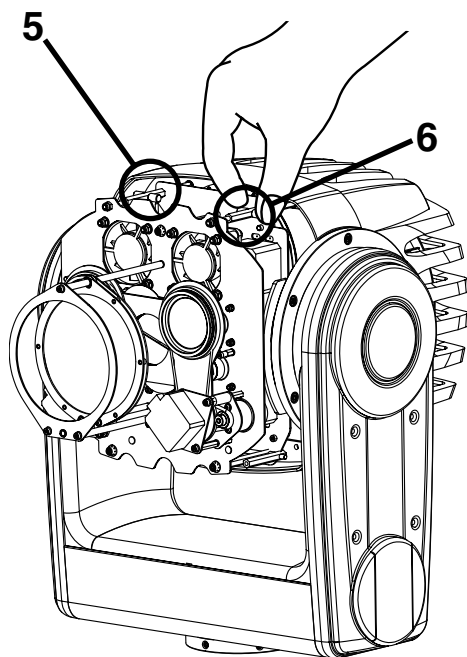

Abb. 3
3. Die zwei Bolzen (5)(6) wie abgebildet (Abb.3) lösen.